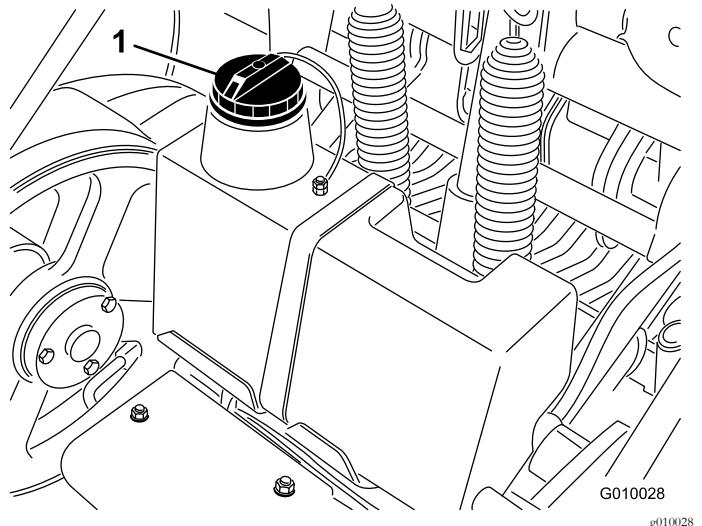

Bild 18
3. Reinigen Sie den Bereich um den Einfüllstutzen und den Deckel des Hydraulikbehälters (Bild 18). Drehen Sie den Deckel vom Einfüllstutzen ab.